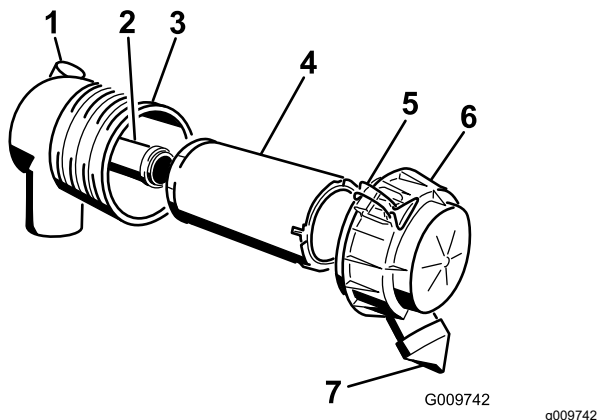

Figura 61
1. Empurre suavemente o filtro primário para fora do corpo do filtro de ar (Figura 61).
4. Se substituir o filtro de segurança, empurre o novo filtro com cuidado para o corpo do filtro (Figura 61).
6. Instale a cobertura do filtro de ar com o lado indicado como “UP” virado para cima e prenda o trinco (Figura 61).